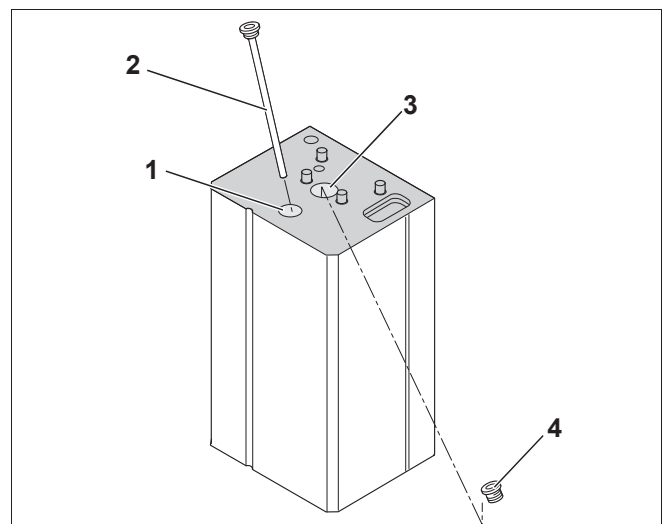

Рис. 14 Демонтаж облицовки
- ▶ Удалите крышку магниевых анода (рис. 14, [1]).
- ▶ Выверните магниевый анод (рис. 14, [2]).
- ▶ Выньте крышку контрольного отверстия (рис. 14, [3]) и выверните заглушку (рис. 14, [4]).
- ▶ Установите магниевый анод (рис. 14, [2]).
- ▶ Установите заглушку контрольного отверстия (рис. 14, [4]).